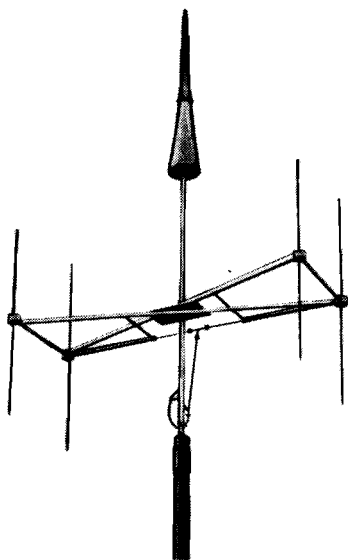

Bild 2. Pejl- och kommunikationsantenn
- Bild 2. Pejl- och kommunikationsantennen
Kommunikationsantennen (FR 42555) är en rundstrålande antenn för frekvensområdet 100-156 Mp/s. Placeringen framgår av bild 2.
Pejlantennen består av fyra rektangulärt placerade dipoler, se bild 2. Pejlantennens verkningsätt förklaras nedan i anslutning till bilderna 3-7.